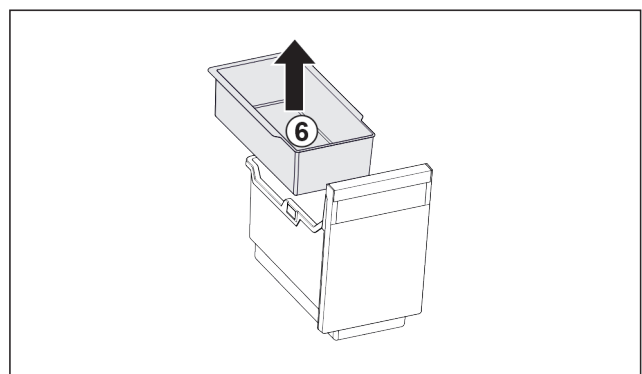

Fig. 19
- ▶ Einhängeschale Fig. 19 (6) entnehmen.